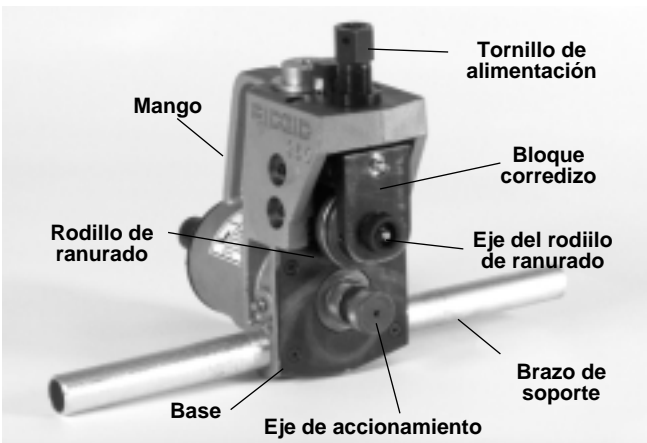

Figura 2 – Ranuradora a Rodillos No. 960
1. Atornille los dos (2) brazos de soporte a la base de la ranuradora (Figura 2).